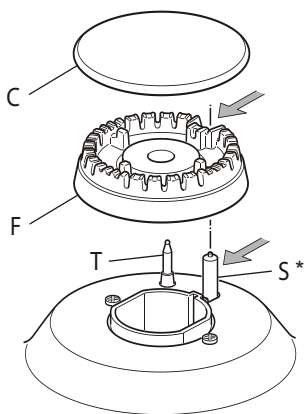

Fig. 5.3
Montare lo schermo paracalore “A” (Fig.5.3), fornito a corredo, che serve per proteggere il frontale comandi dal calore.
- Verificare che la sonda "T" (fig.5.3) vicino ad ogni bruciatore sia sempre ben pulita in modo da permettere il regolare funzionamento della valvolatura di sicurezza.
- Verificare che l'elettrodo "S" (fig.5.3) sia sempre ben pulito in modo da permettere lo scoccare regolare delle scintille.
È molto importante verificare il perfetto posizionamento dello spartifiamma F e del cappello C del bruciatore (vedere figure 5.3 - 5.4) perché un loro spostamento dalla sede può essere causa di gravi anomalie